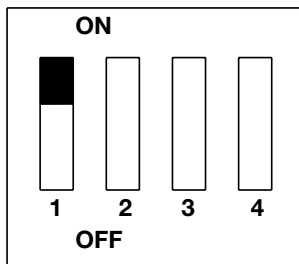

Bild 25: SW1
- Ein 120Ω-Widerstand ist dafür üblich, jedoch sollte der Wert der Installation angepasst werden. Dieses Erweiterungsmodul hat einen internen Abschluss-Widerstand von 120Ω, der am Rx-Anschluss durch Setzen SW1 – 1 auf ON (Bild 25) gelegt werden kann.